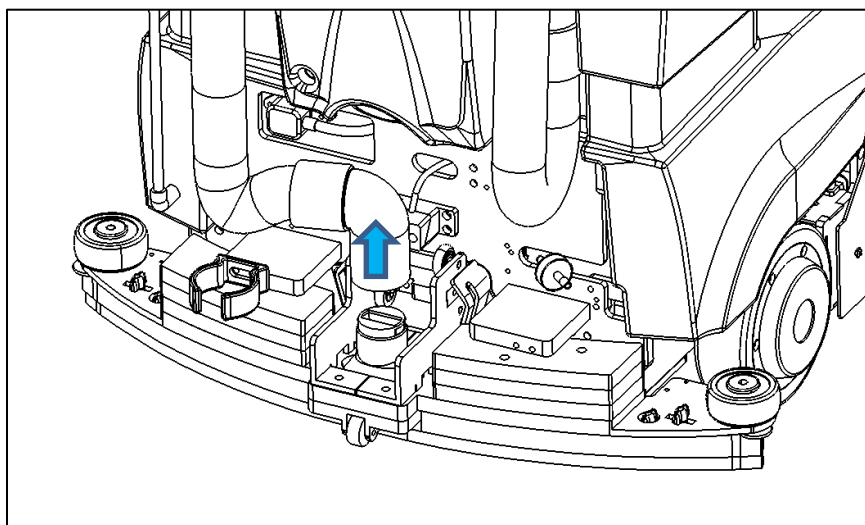

Fig. 1
1. Verwijder de zuigslang (Fig. 1) en houd een doek bij de hand voor het geval er vuil water wordt gemorst.